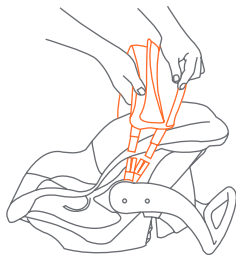

Fig. 27-1
- Lentamente gire la manija hasta la posición deseada. Los botones deben botar y el asa debe asegurarse automáticamente en la nueva posición. (Fig. 27-1)